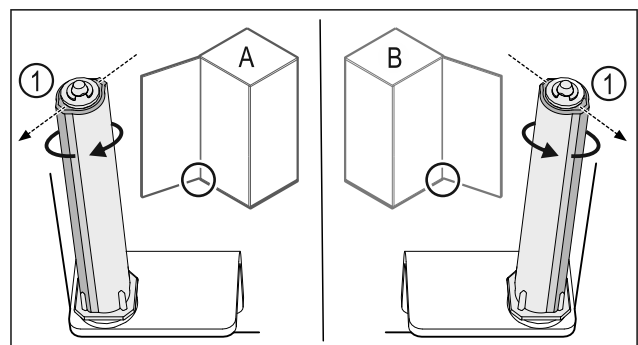

Fig. 55 Μεντεσέδες αριστερά (A) / Μεντεσέδες δεξιά (B)
- ▶ Περιστρέψτε το σύστημα κλεισίματος κόντρα στην αντίσταση, μέχρι ο κορμός του συστήματος κλεισίματος Fig. 55 (1) να είναι στραμμένος προς τα έξω.